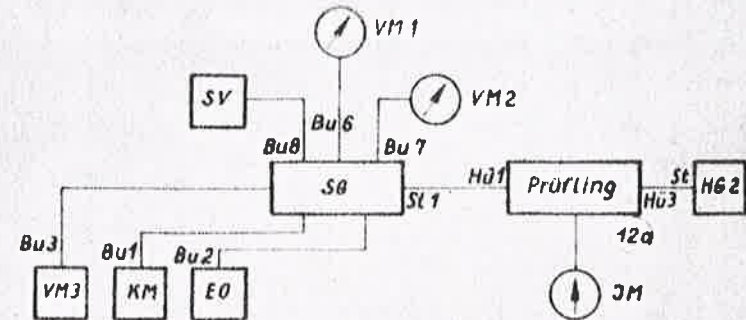

Bild 6
2. Prüfling mit der Anschlußvorrichtung SG und dem HF-Generator HG 2 gemäß Bild 6 verbinden.
1. Prüfanordnung (wie Bild 6)
1. Prüfanordnung Bild 6